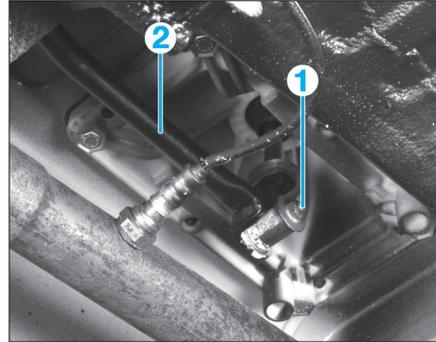

Fig. 21
- Déposer l'écrou (1) de la tringle (2) de la commande de boîte de vitesses (Fig.21).
- l'écrou (1) de la tringle de commande de vitesses (Fig.21),